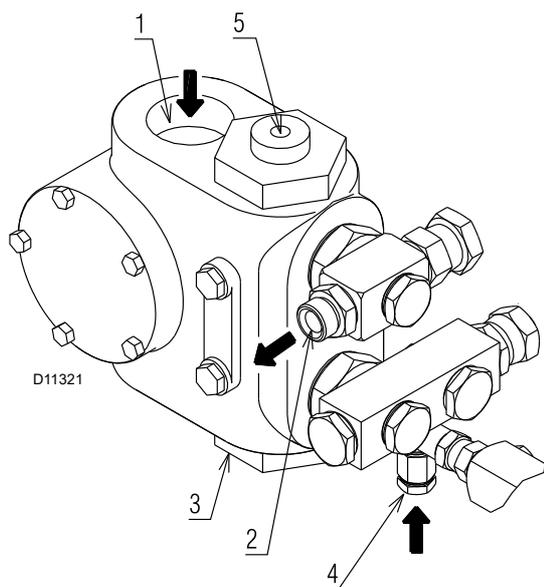

Abb. 23
Zeichenerklärung (Abb. 23)
- Damit sich die Pumpe (Abb. 23) selbst einschalten kann, muss die Schraube 4) gelockert werden, damit die Saugleitung entlüftet wird.
Falls die Pumpe geleert wurde, muss sie vor dem Anfahren über den Stopfen des Vakuummeters 4)(Abb. 23) mit Brennstoff gefüllt werden, andernfalls kommt es zum Festfressen.